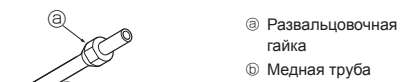

Fig. 5-4
5.2.3. Насадка гаек (Fig. 5-4)